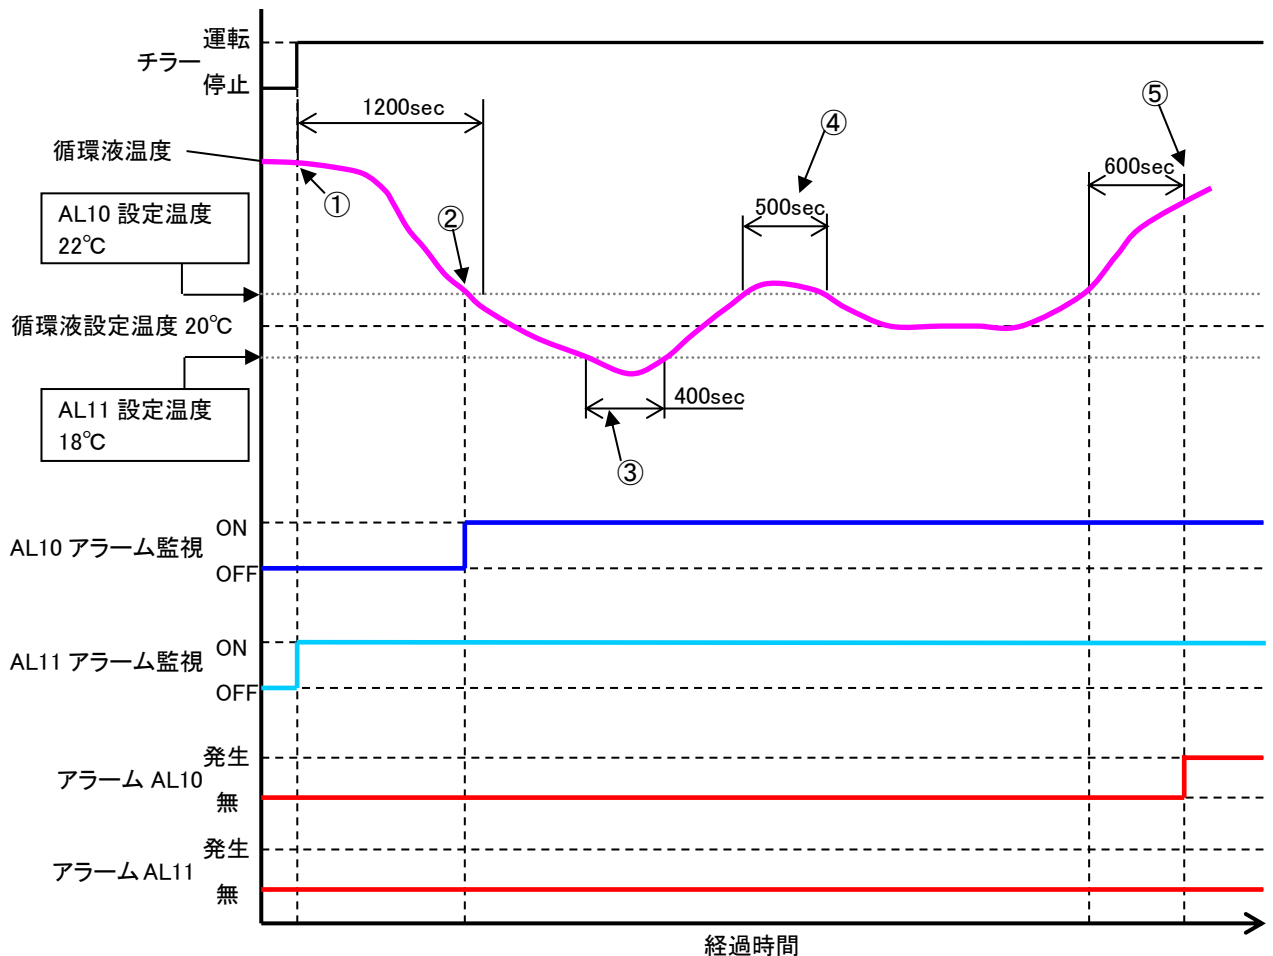

図 5-5 アラーム監視タイミング
- ③「Monitor Timing」アラーム監視条件として「RUN」を選択した場合、さらに「OFF」と「AUTO」の選択が可能です。ここで「AUTO」とは、④「Start Time」(無監視時間)の設定時間内に、循環液温度がアラーム設定温度範囲内となった場合、その時点からアラーム監視を開始する機能です。具体的なアラームの監視タイミングを「図 5-5 アラーム監視タイミング」に示します。